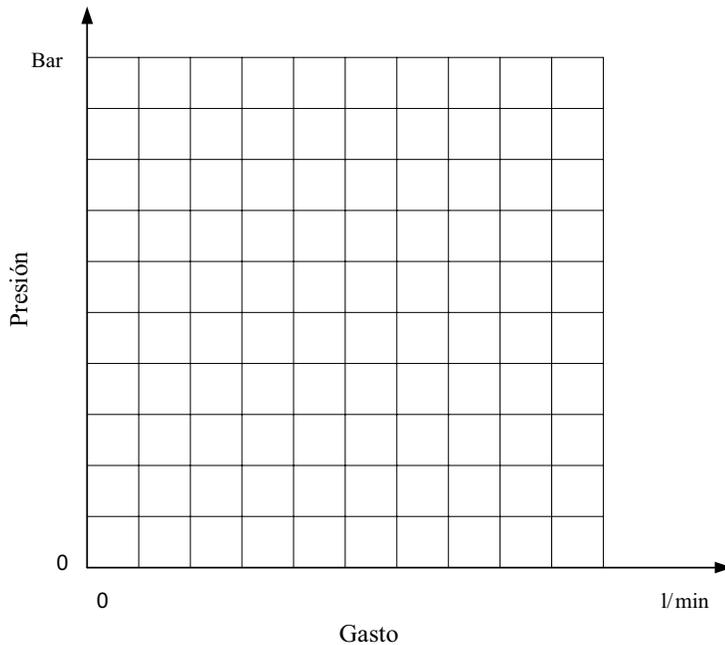

Figura 3.3. Ejes coordenados para gráficas de P/Q
10. Graficar el promedio de la presión respecto al gasto proporcionado por la bomba en la figura 3.3. Rotular una escala adecuada.